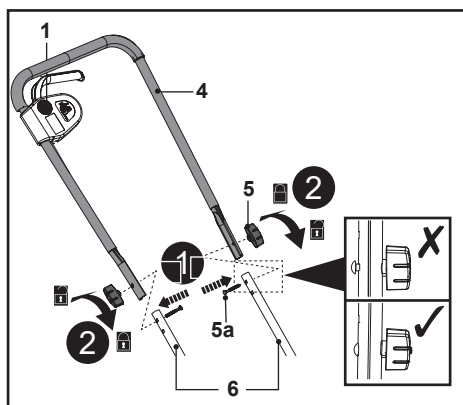

Fig. 2
2. Faire passer les boulons de fixation (5a) dans les trous de montage jusqu'au bout (Fig. 2, étape 1).
3. Fixer le guidon supérieur (4) au guidon inférieur (6) en tournant les boutons de verrouillage (5) dans le sens horaire sur le filetage des boulons de montage (5a) pour les serrer (Fig. 2, étape 2).
4. S'assurer que le cordon de commande (16) passe sur le côté supérieur du guidon supérieur (4) et sur le guidon inférieur (6).